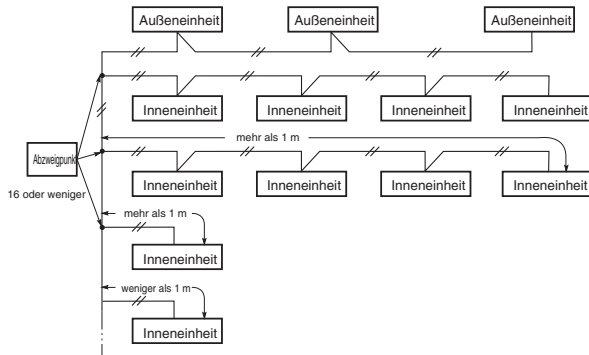

Abb. 4-3
- Wenn ein Einheiten-Steuerverbindungskabel angeschlossen werden soll, darf die Anzahl der Abzweigungspunkte höher als 16 liegen. (Abzweigungen mit weniger als einem Meter sind in der Gesamtzahl der Abzweigungspunkte nicht eingeschlossen.) (Abb. 4-3)